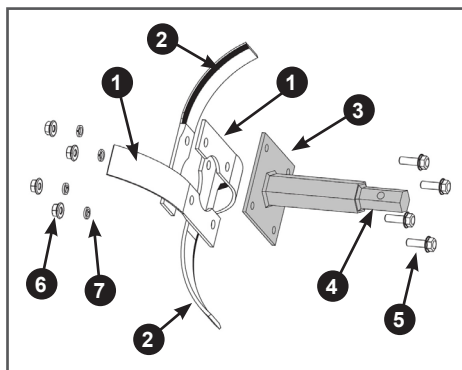

**Рис. 16. Установка ножей на внутренний фланец основной секции оси фрезы**
4. Установите ножи на внешний (со стороны редуктора) фланец 3 основной секции оси (Рис. 16). Со стороны уже собранной на внутреннем фланце группы ножей вставьте в отверстия во внешнем фланце 3 оси болты 4, далее в соответствии с рисунком 16 на внешний фланец 3 оси с внешней его стороны установите правые ножи 1 (имеющие изгиб в сторону от редуктора). После этого установите левые ножи 2 (имеющие изгиб к редуктору) как показано на Рис. 16, затем установите пружинные шайбы 6 и закрутите гайки 5 (Рис. 16). Затяните все резьбовые соединения